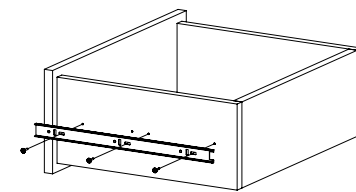

Рис.10
- Закрепите внутренние планки направляющих на деталях 6 и 7 шурупами 3,5х16 (Рис. 10).